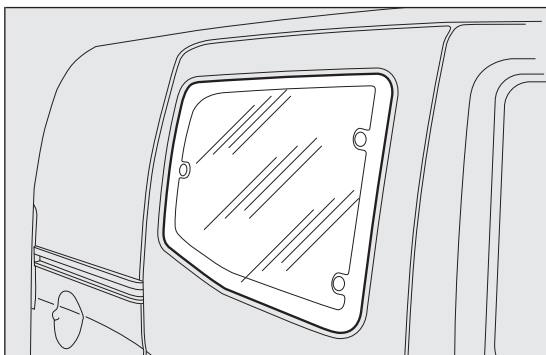
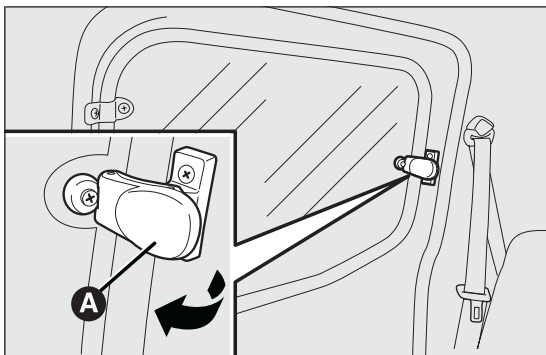

fig. 56
fig. 57
Para abrirlas, proceder de la siguiente manera fig. 56 fig. 57:
- mover la palanca A fig. 57 hacia fuera hasta lograr la apertura completa de la ventanilla.